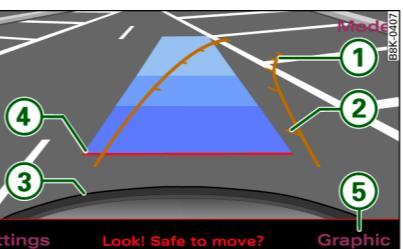

图 185 MMI 显示屏：测空车位宽度
- 如要调出视觉的提示，请按压 **Graphic**（图像）控制按钮 ⇒ 图 185 ⑤。
- 转动方向盘，直到橙色定向线①进入停车空档 ⇒ 第 141 页，图 185。借助标记 ②，您可以估计至障碍物的距离。每格标记相当于 1 米。蓝色标记面显示车辆轮廓向后约 5 米的延伸。
- 请倒车，在行驶过程中借助橙色停车空档定向线选择合理转向角度 ⇒ ①。③ 标志着后保险杠。如果定位线④ 接触到一个物体，那么最迟在此时不得再倒车 ⇒ !